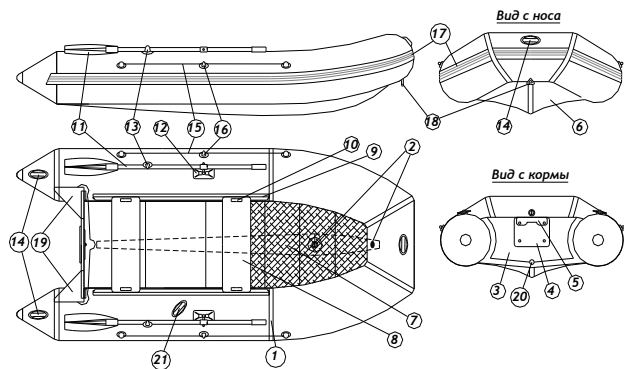

Рис.1
3.1. Конструктивно лодка "Polar Bird" серии «Merlin» («Кречет») представляет собой надувной баллон U-формы (поз.1), разделенный двумя герметичными переборками с воздушными клапанами (поз.2) на три герметичных отсека (Рис.1). Корпус лодки изготавливается из армированного эластомера с двусторонним герметизирующим покрытием из поливинилхлорида (далее ПВХ). Для установки подвесного лодочного мотора (далее - ПЛМ) лодки оборудованы жестким транцем (поз.3) с двумя транцевыми накладками (поз.4 и поз.5). Лодка имеет эластичное днище (поз.6) и жесткий настил, между которыми расположены надувной кильсон (поз.7), приклеенный к днищу. Лодка укомплектована жесткими сиденьями (поз.8), которые устанавливаются в профиль – ликтрос (поз.9) с помощью ликпазов (поз.10), жестко установленных на банках. Лодка укомплектована веслами (поз.11), которые жестко укреплены в уключинах (поз.12) и фиксируются на борту баллонов с помощью защелки (поз.13). На лодке имеются бортовые ручки для переноски лодки (поз.14); страховочный леер (поз.15), установленный в леерной ленте (поз.16); рым-кольцо для буксировки лодки (поз.18). Борт лодки защищен привальным брусом с водоотбойником (поз.17). Лодка оборудована защитой от брызг (поз.19). В нижней части транца расположен сливной клапан с пробкой (поз.20). Дополнительно лодка может быть оборудована ручкой для рулевого (поз.21).